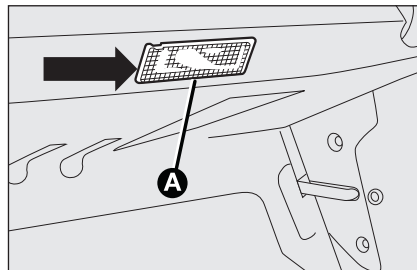

fig. 42
- ☐ enlever le plafonnier **A**-fig. 42 en faisant levier dans le point indiqué par la flèche;